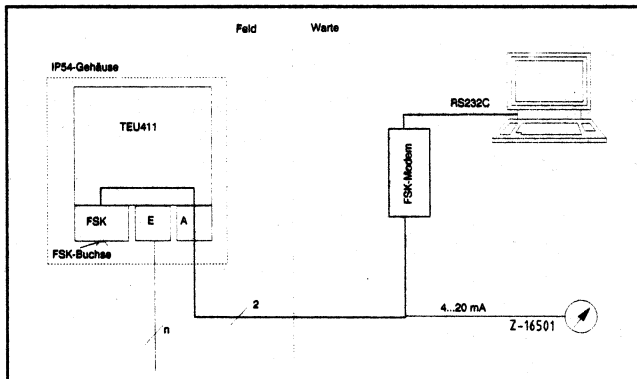

Bild 12 Meßumformer mit FSK-Anschluß am Ausgang
- Bild 12: für Meßumformer (IP 54 Feldgehäuse) mit FSK-Anschluß am Ausgang,